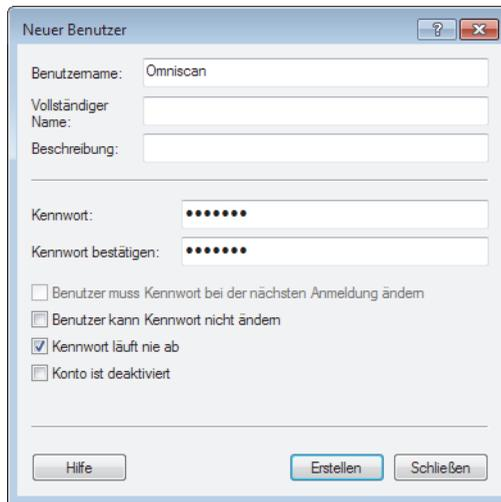

Abbildung 7-26 Dialogfeld Neuer Benutzer (Windows 7)
5. Im Dialogfeld **Neuer Benutzer** geben Sie in das Textfeld **Benutzername** das Wort **Omniscan** ein. Beachten Sie dabei die Groß- und Kleinschreibung (siehe Abbildung 7-26 auf Seite 240).